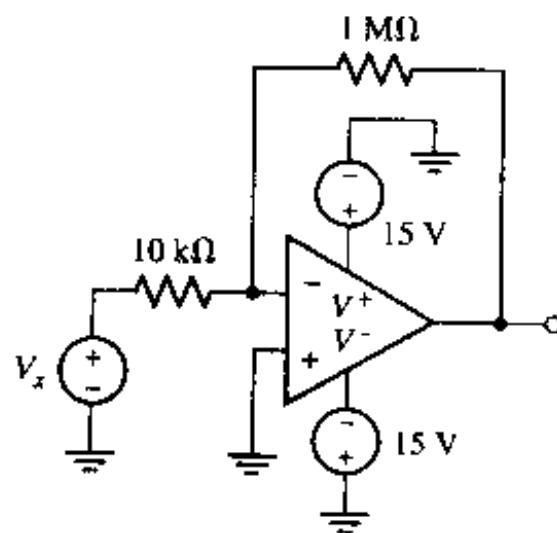

图 6.50
38. 使用 LM234 来仿真图 6.50 所示的电路, (a)确定输入偏置电流和输入差分电压, 并把它们和详细运放模型及表 6.1 所给出的值相比较; (b)确定电源电压是否影响仿真结果。